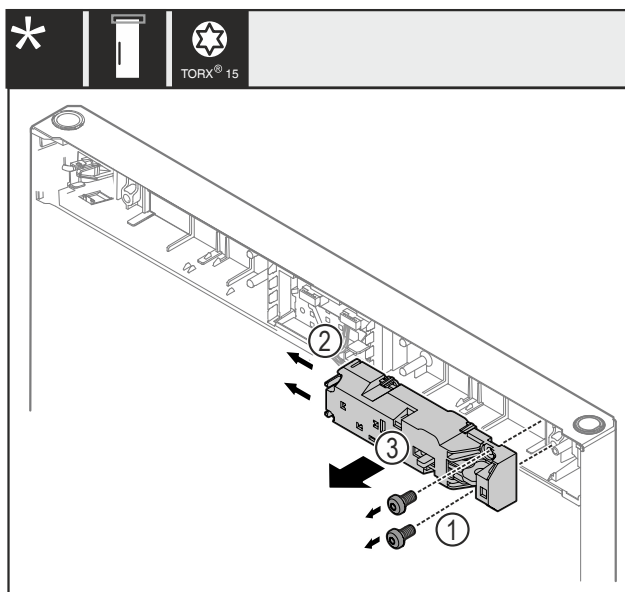

Fig. 21
- Schrauben Fig. 21 (1) entfernen.
- Rastnasen Fig. 21 (2) zur Seite drücken und Fernschloss Fig. 21 (3) abnehmen.